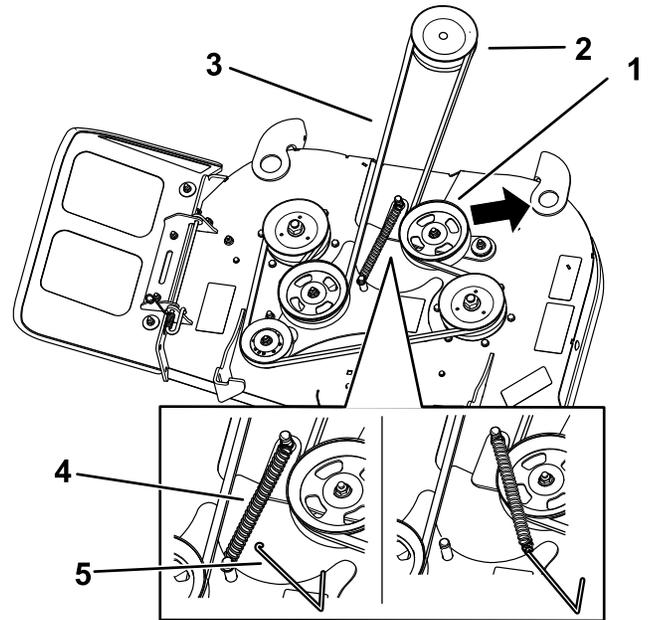
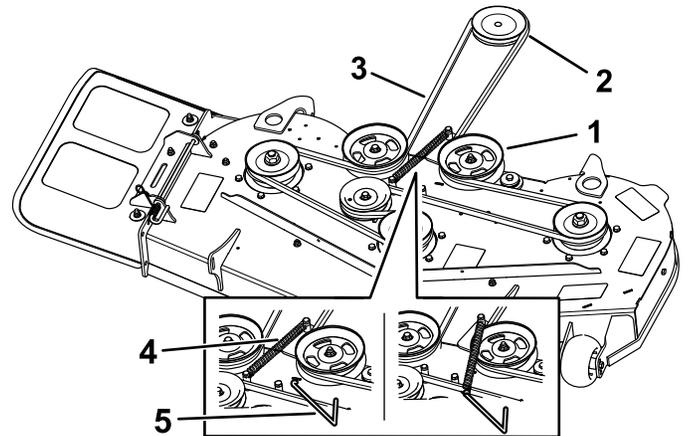

図 52
図 53
外してスプリングのテンションをなくし、プーリからベルトを取り外す 図 52 または 図 53。
6. クラッチプーリとデッキプーリに新しいベルトを掛け回す 図 52 または 図 53。
7. デッキのフックにアイドラスプリングを取り付ける 図 52 または 図 53。